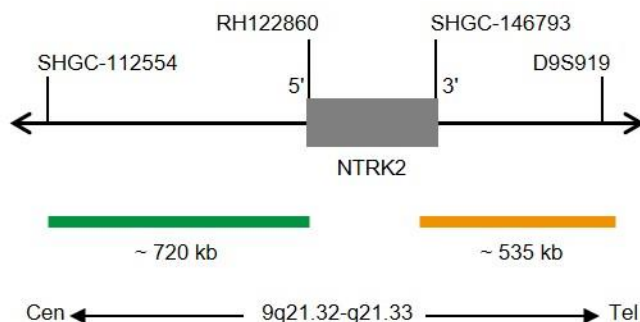

Fig. 1: SPEC NTRK2 Mapa de la sonda (no está a escala)
- Polinucleótidos marcados en verde (excitación a 503 nm/emisión a 528 nm) ZyGreen (~10 ng/ μ l), dirigidos a secuencias localizadas en 9q21.32-q21.33* (chr9:86,569,621-87,287,312) proximales a la región del punto de ruptura de NTRK2 (ver Fig. 1).
- Polinucleótidos marcados en naranja (excitación a 547 nm/emisión a 572 nm) ZyOrange (~4,5 ng/ μ l), dirigidos a secuencias localizadas en 9q21.33* (chr9:87,589,037-88,124,082) distales a la región del punto de ruptura de NTRK2 (ver Fig. 1).